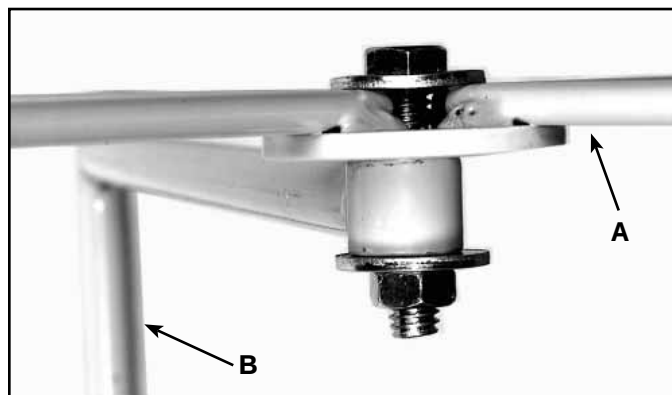
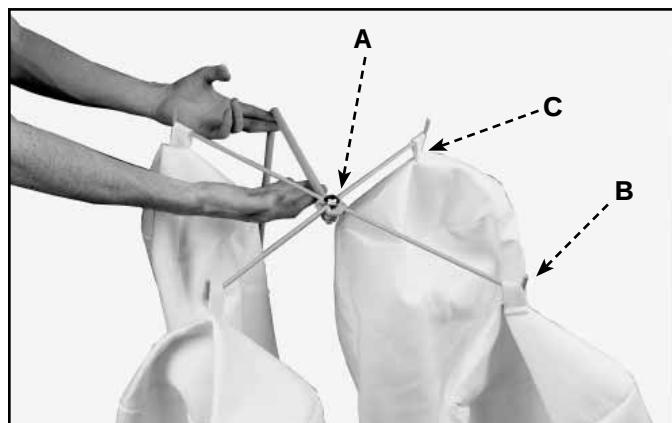

Fig. 12
Fig. 12A
2. Enfiler une rondelle plate de 8 mm (5/16 po) sur une vis à tête hexagonale de 8 mm x 31,7 mm (5/16 po x 1-1/2 po) et insérer la vis dans le trou au centre de l'ensemble de sac suspendu (A) fig. 12 et fig. 12A et dans le trou de la tige de suspension du sac supérieur (B) fig. 12. Puis enfiler une autre grande rondelle plate de 8 mm (5/16 po) sur l'extrémité de la vis suivi d'un contre-écrou de 8 mm (5/16 po) de diamètre. Ensemble illustré assemblé à la figure 12. Serrer toute la boulonnerie solidement à l'aide de la clé de 12 mm.
3. Insérer les boucles des sacs (C) fig. 12A, sur les crochets des ensembles de sac suspendu (B), comme indiqué à la figure 12A